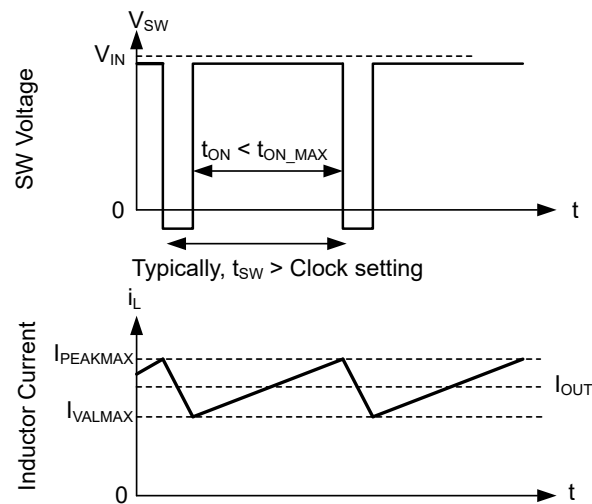

图 7-8. 电流限值波形
当低侧 (LS) 开关接通时，也会检测和监控流经它的电流。与高侧器件一样，低侧器件具有由内部误差放大器环路命令的关断功能。对于低侧器件，即使振荡器正常启动一个新的开关周期，也会在电流超过此值时阻止关断。与高侧器件一样，关断电流的高低也受到限制。该限值在图 7-8 中称为低侧电流限值 $I_{LS-LIMIT}$ 。如果超出低侧电流限值，低侧 MOSFET 将保持导通状态，高侧开关不会导通。一旦低侧电流降至此限值以下，低侧开关就会关断，并且只要自高侧器件上次导通后至少经过一个时钟周期，高侧开关就会再次导通。